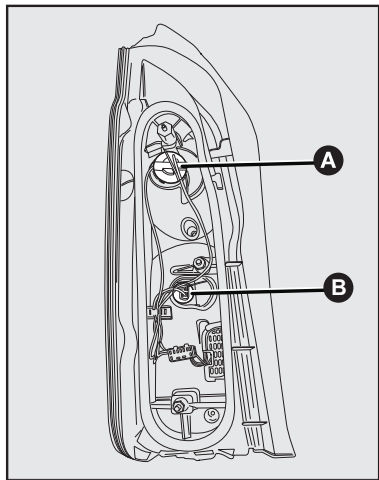

fig. 34
- 1) Retire el portalámpara **A-fig. 34**, girándolo en el sentido antihorario.
- 1) Retire el portalámpara **B-fig. 34**, girándolo en el sentido antihorario.